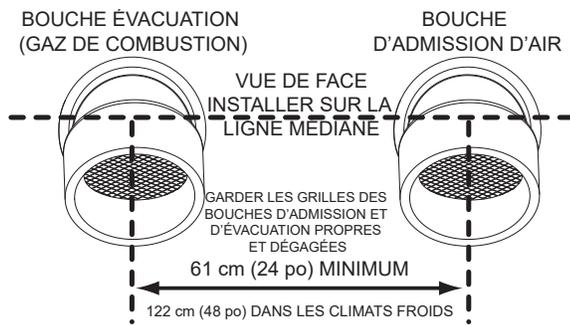

Figure 28. Extrémité murale - Évacuation directe : Extrémités standard
4. Pour installer les bouches d'évacuation et d'admission d'air dans une configuration à évacuation directe à travers un mur, il doit y avoir une séparation minimale de 61 cm (24 po), mesurée depuis l'axe médian vertical, entre les bouches d'admission d'air et d'évacuation. Voir **Figure 28**.
5. Pour installer les bouches d'évacuation et d'admission d'air dans une configuration à évacuation directe à travers un mur, les bouches d'admission d'air et d'évacuation doivent être installées à la même hauteur, mesurée sur la ligne médiane horizontale. Voir **Figure 28**.
- Toutefois, la distance entre les bouches d'évacuation et d'admission d'air les plus proches doit être d'un minimum de 61 cm (24 po). Dans les climats plus froids, cette séparation doit être augmentée jusqu'à au moins 122 cm (48 po). Voir **Figure 28** (page 37).